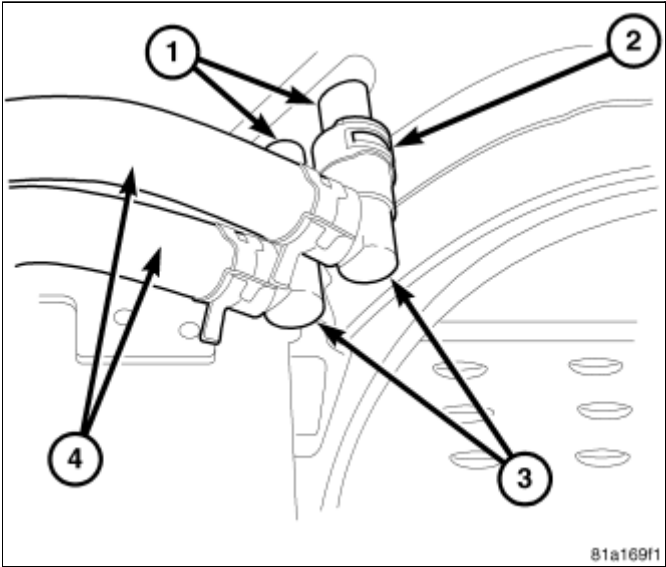

图 2 07 车身地板暖风管路后部快接头
9. 通过松开每个后部快接头上的插管并轻微地扭动接头将其拉出来, 并将车身底板暖风管路从后部加热器芯管上拆下来, 该管路是从后部飞轮箱右侧前方的后部底盘处穿过来的(图 2)。